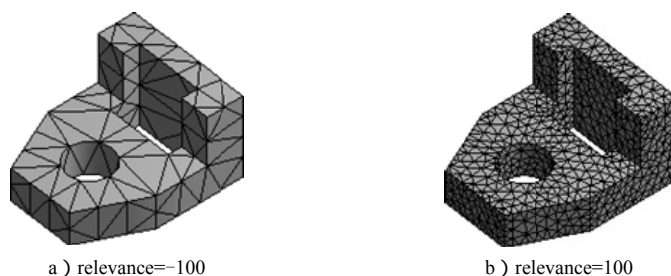

图 5.2.5 控制网格划分总体质量
- ◆ **Relevance** 文本框: 调节文本框中的滑块, 用于控制网格划分总体质量。越往负值方向网格越粗糙, 质量越差; 越往正值方向网格越细致, 质量越高, 如图 5.2.5 所示。